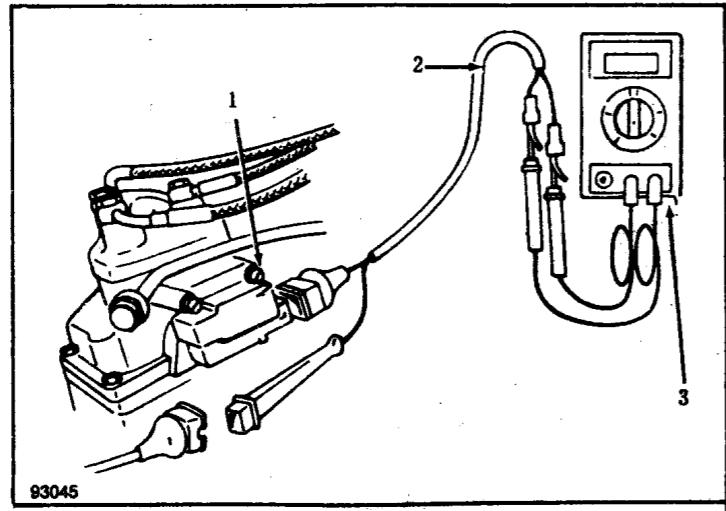

图1-1 发动零部件检查方法
2) 用检查连接器 (VW 1363/3) 把调整测试仪表连接在测量管上，再用检查连接器 (VW 1316A/1) 把万用表 (μs1119) 连接在压差调节器上。参见图1-1。